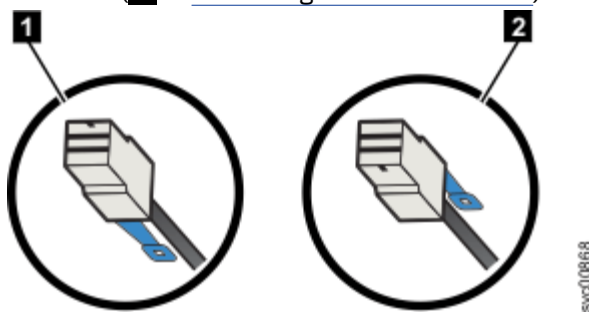

Abbildung 134. Ausrichtung des SAS-Kabelsteckers
- Bei Erweiterungsgehäusen 2145-24F und 2145-12F muss sich die blaue Haltezunge unter dem Kabel befinden (**1** in Abbildung 134 auf Seite 121).
- Bei 2145-SV1 - oder 2145-DH8-Knoten und 5U-Erweiterungsgehäusen muss sich die blaue Haltezunge über dem Stecker befinden (**2** in Abbildung 134 auf Seite 121).